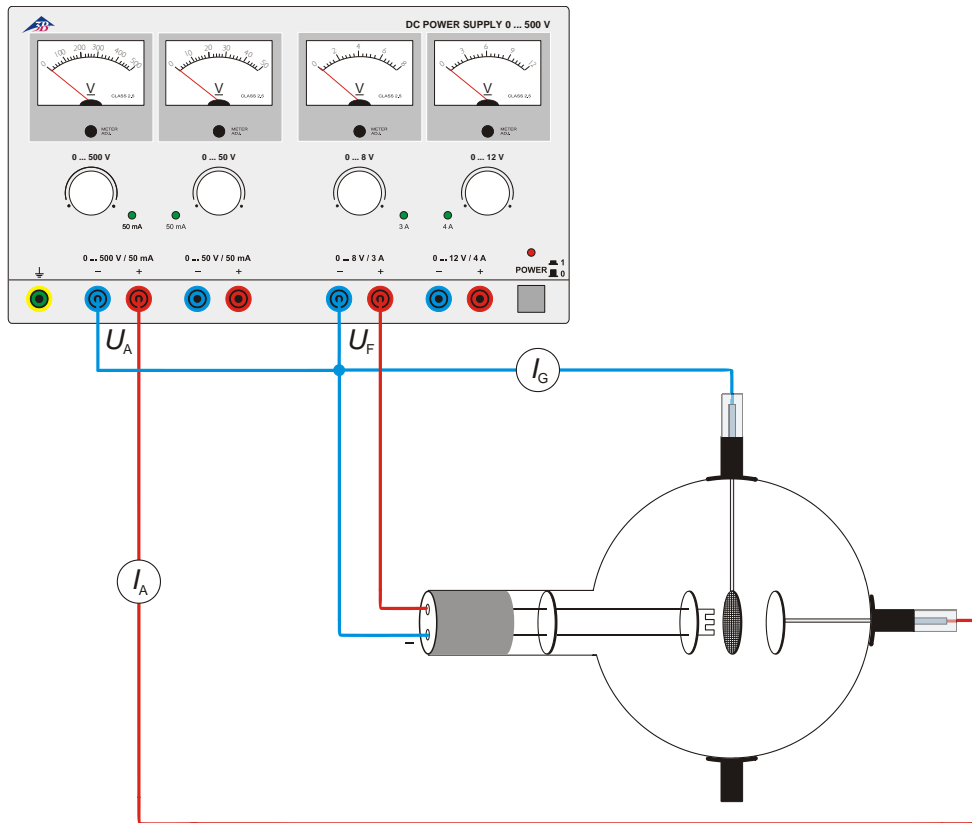

Fig. 1 Démonstration des porteurs de charge positifs
- Montez le circuit de la figure 1.